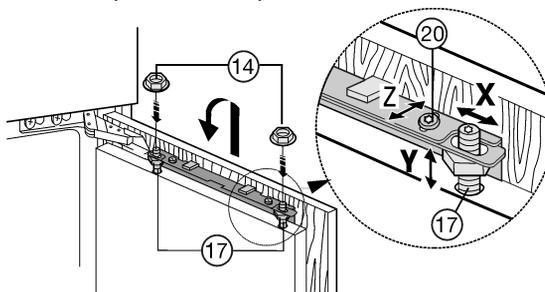

Fig. 24
- ▶ Sospendere l'anta del mobile ai perni di regolazione Fig. 24 (17) e avvitare leggermente i controdadi Fig. 24 (14) sui perni di regolazione.
- ▶ Regolare l'altezza Y e l'inclinazione laterale dell'anta del mobile: Regolare i perni di regolazione Fig. 24 (17) con un cacciavite.
- ▶ Serrare i controdadi Fig. 24 (14).